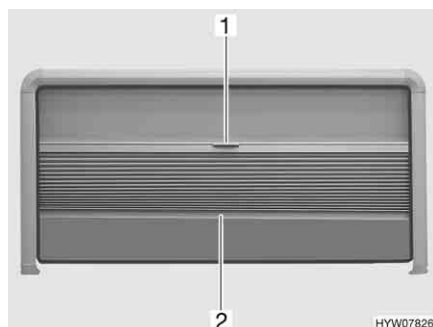

Fig. 42 Finestra apribile
- Chiusura:* ■ Afferrare la tendina oscurante pieghevole al centro dell'asta di chiusura (Fig. 42,2) e tirare delicatamente verso il basso.
- Apertura:* ■ Tenere la parte centrale dell'asta di chiusura (Fig. 42,2) della tendina oscurante pieghevole e spingere quest'ultima verso l'alto con cautela.
- Chiusura:* ■ Tirare la zanzariera a rullo verso il basso utilizzando la maniglia (Fig. 42,1).
- Apertura:* ■ Spingere la zanzariera a rullo completamente verso l'alto utilizzando la maniglia (Fig. 42,1).